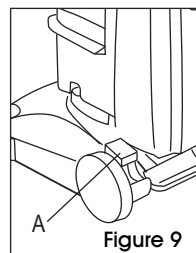

Figure 9
1. Appuyez sur la pédale (A) pour activer l'aspirateur. (Voir Figure 9)
2. Appuyez de nouveau sur la pédale (A) pour désactiver l'aspirateur. (Voir Figure 9)